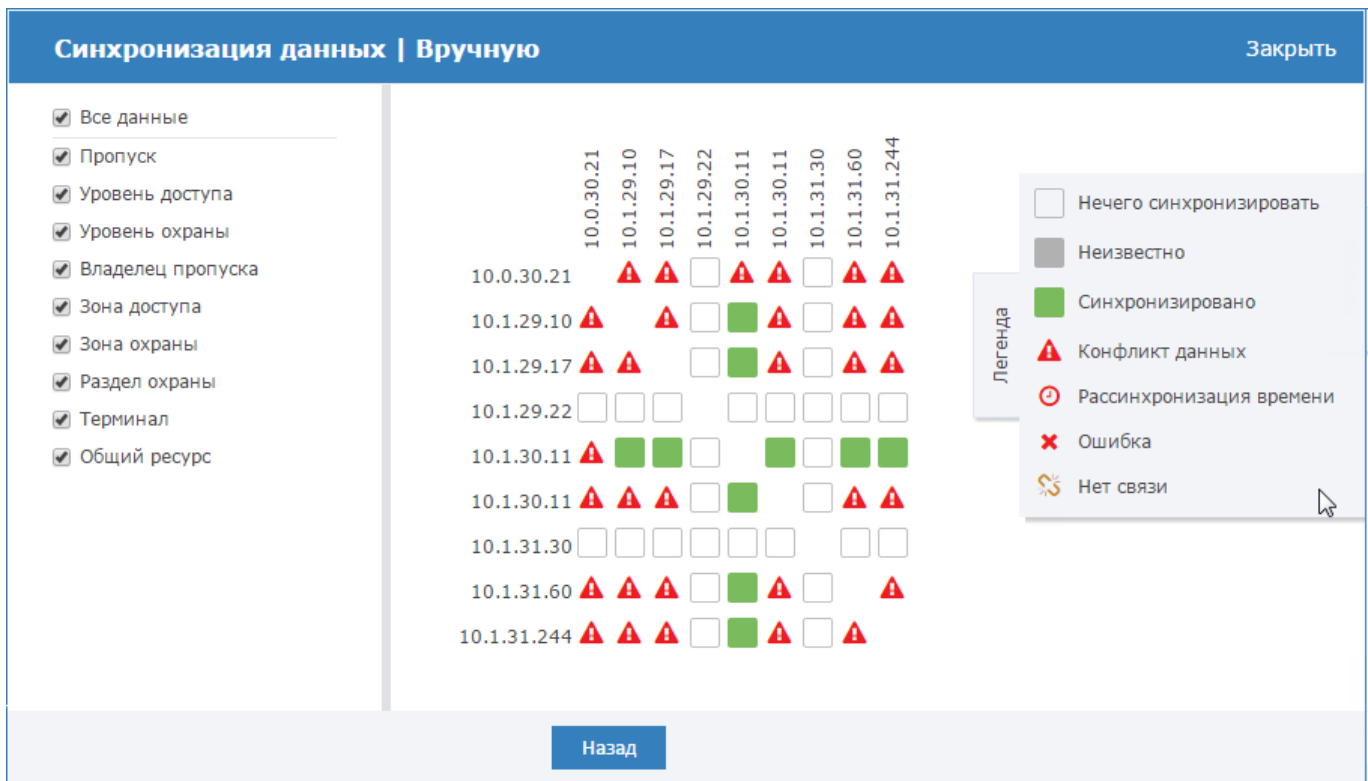

Рисунок 9.80 — Состояние синхронизации данных между узлами
- Чтобы оценить текущий статус данных, в левом столбце выберите тип данных для сравнения. В основной части окна иконками будет показано текущее состояние (рисунок 9.80);.